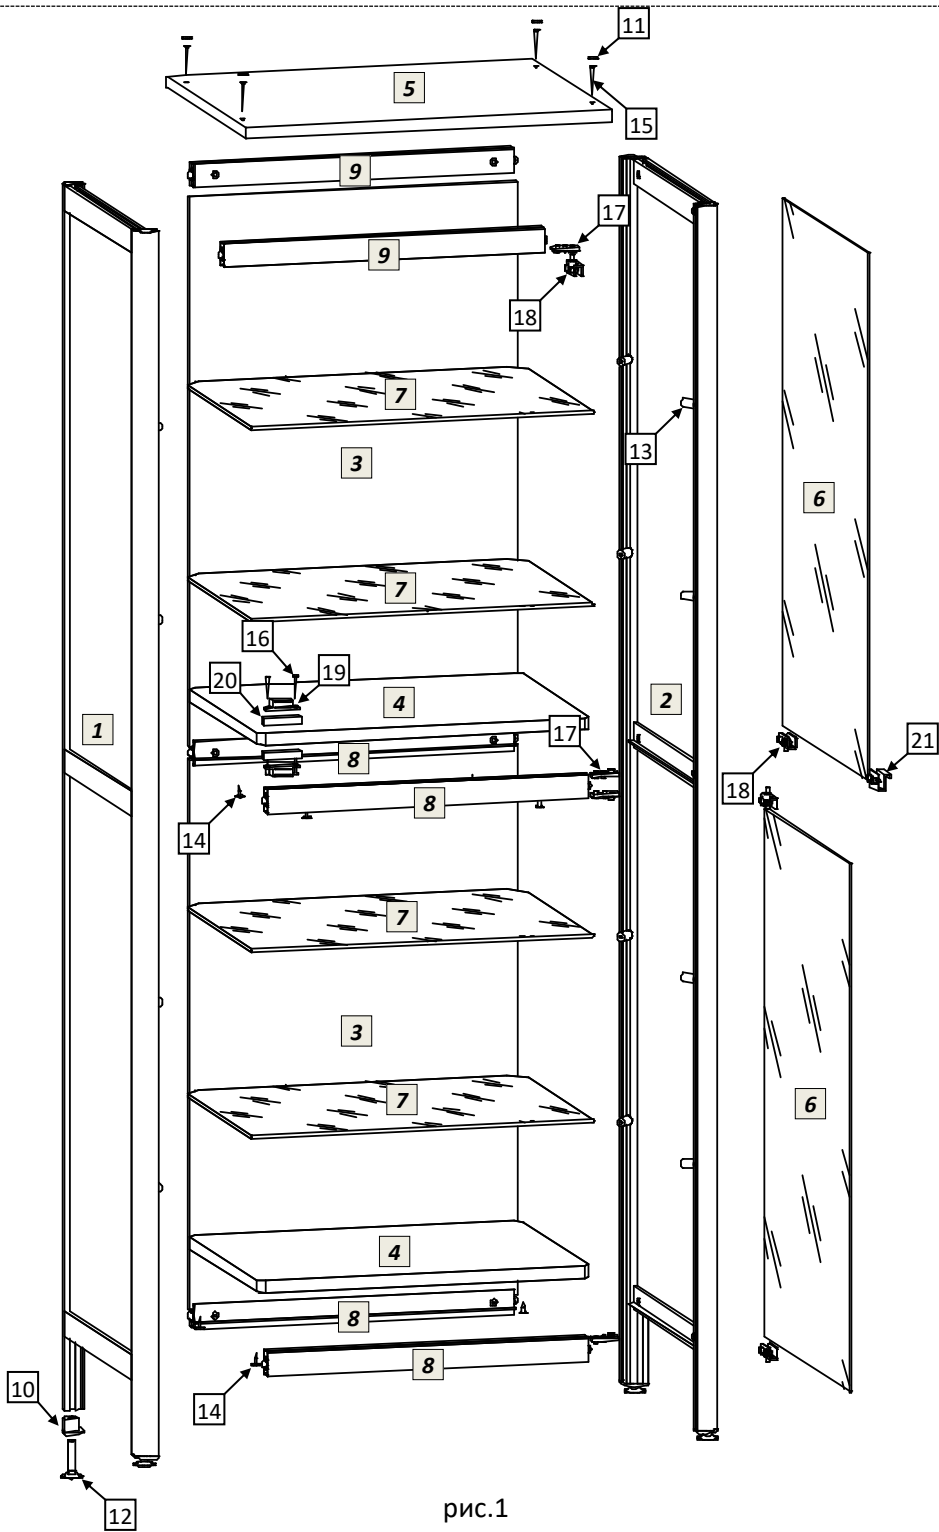

рис.1
- 5.1 Распаковав шкаф, внимательно ознакомьтесь со схемой сборки, изображённой на рис.1. Согласно позициям на схеме и комплектовочной ведомости определите расположение деталей в изделии и порядок их сборки. Сборка производится на ровном полу, укрытом материалом, предотвращающим повреждение покрытия пола и деталей мебели. Подготовьте необходимые для сборки инструменты – плоскую и крестовую отвёртки, молоток, рулетку или линейку, гаечный ключ 12мм для регулировки опор.